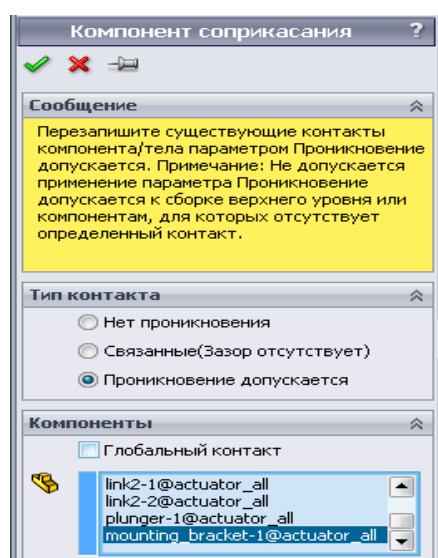

Рисунок 5.13 – Компонент соприкосновения
12. Назначение глобального контакта (рис. 5.13). Задайте свободное условие глобального контакта на всех контактирующих поверхностях сборки.
- Нажмите стрелку вниз рядом с параметром Соединения (**Simulation Command Manager**) и выберите Контакты компонентов. Появится окно PropertyManager Компонент соприкосновения (рис. 5.13).